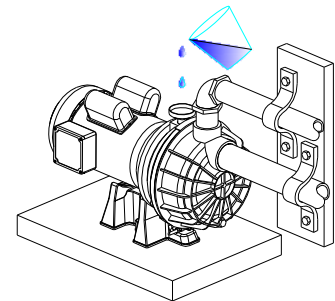

Figura 7
3. Llene la bomba y la tubería de succión con agua (Ver figura 7)